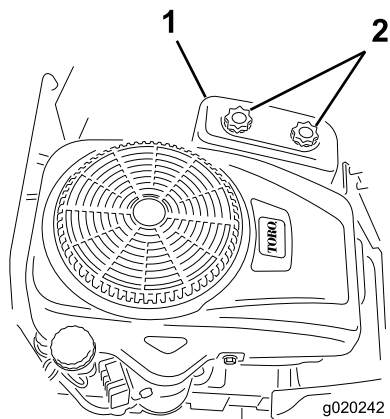

Figura 37
4. Remova a cobertura do filtro de ar desparafusando os 2 botões (Figura 37).
3. Coloque a cobertura do filtro de ar e aperte os dois botões (Figura 37).